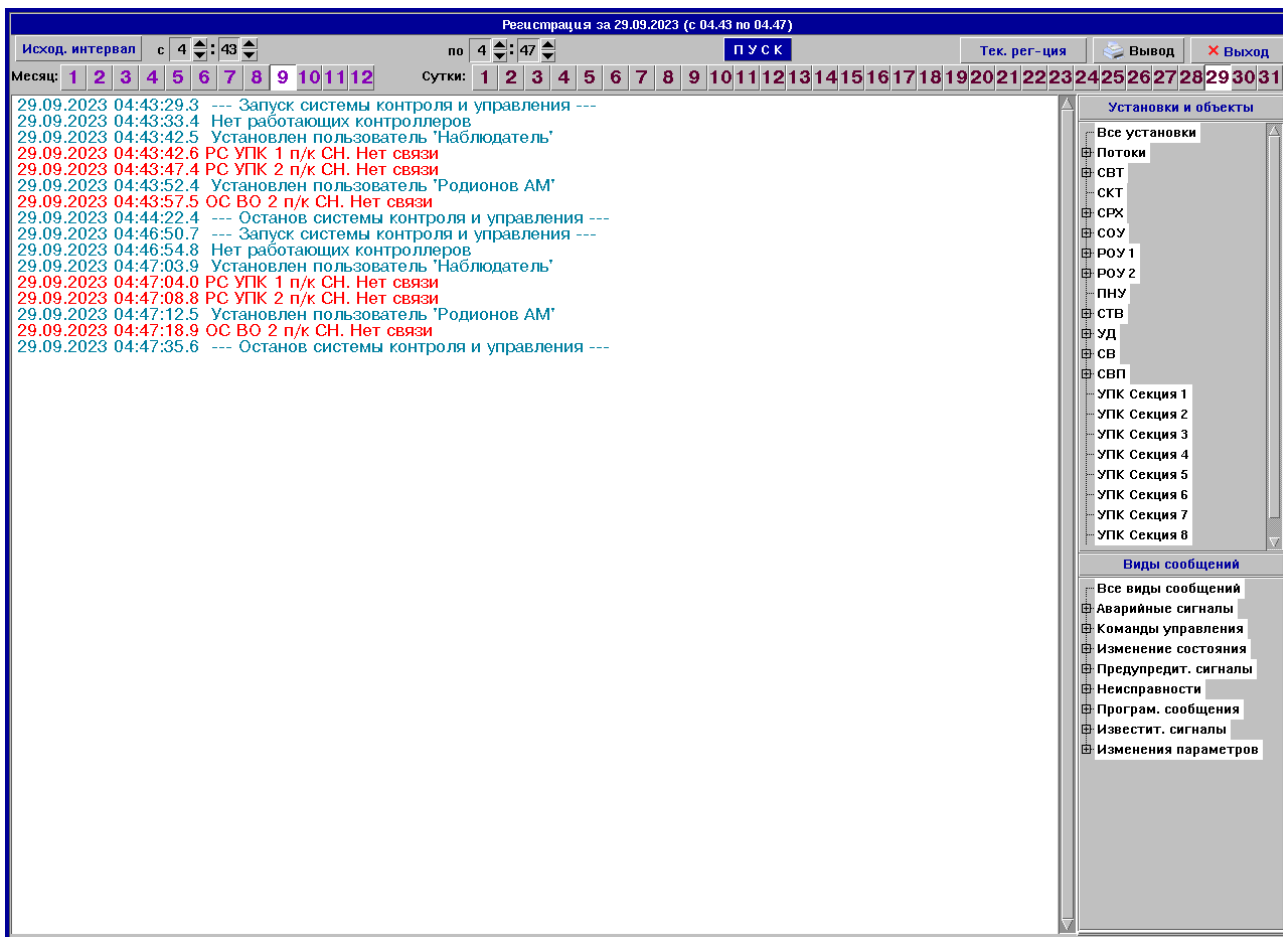

Рисунок 6 - Окно сообщений регистрации из БД
- верхнюю линейку, содержащую поле задания интервала времени, за которые будут выданы сообщения, а также кнопки управления окном. Можно вручную задать интервал времени вывода сообщений, введя нужные цифры и нажав кнопку «Пуск». Окно просмотра сообщений регистрации из БД (см. рис. 6) дополнительно содержит также кнопки выбора месяца и суток, за которые будут отображены сообщения.
7.7.6 При запуске задачи просмотра сообщений регистрации отображаются все сообщения для всех установок. Далее пользователь может выбрать для отображения необходимые установки, вид и подвид сообщения. Вновь возникшие сообщения отображаются на экране дисплея автоматически. Для «заморозки» (остановка обновления) кадра сообщений необходимо нажать кнопку «Стоп-кадр». Для просмотра сообщения регистрации из БД за требуемые сутки в течение года нажмите на кнопку «Регистрация из БД» и выберите требуемые сутки (пример, см. рис. 6).